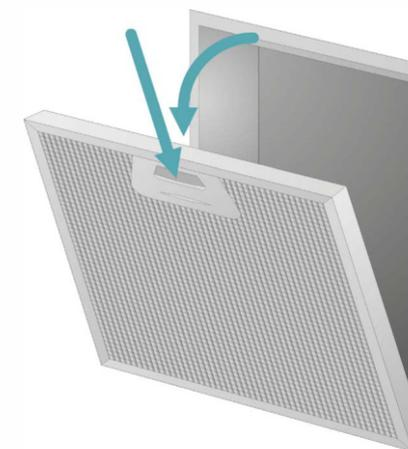

Рис. 12 Снятие алюминиевого жироулавливающего фильтра
1. Нажмите на защелки на жироулавливателем фильтре и снимите фильтр. (Рис. 12)